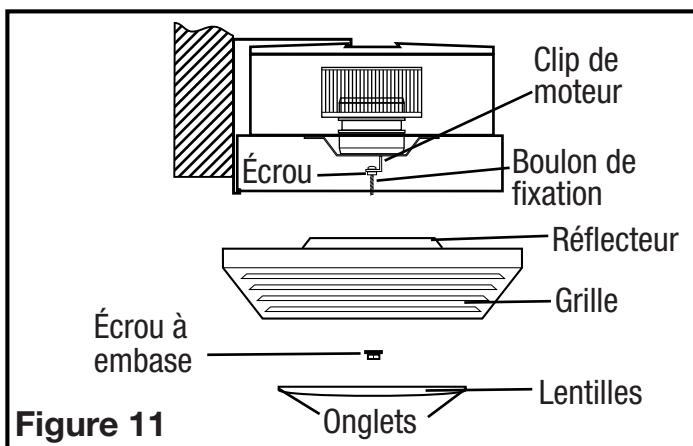

Figure 11
- Installez le grille/la lentille/le réflecteur de lampe, en enlevant d'abord la lentille du grille (il y a deux languettes de chaque côté qui tiennent la lentille en place). Enlevez ensuite l'écrou borgne et la rondelle de freinage qui sont installés sur le boulon de fixation de réflecteur dans le logement du ventilateur. Ajustez la hauteur du boulon de fixation du réflecteur de sorte que le grille soit serré vers le haut contre le plafond de finition et moins de 1/4 po du boulon de fixation du réflecteur dépasse par le réflecteur. Fixez la position du boulon du réflecteur en serrant l'écrou d'origine contre le clip du moteur (**Figure 11**).